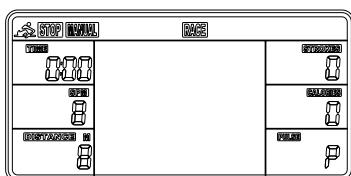

Fig. 3
2. L'HORLOGE clignote. Appuyer sur UP pour régler l'heure. Appuyer sur ENTER pour confirmer. Appuyer sur UP pour régler les minutes. Appuyer sur ENTER pour confirmer. Continuer à régler l'ANNÉE (dans la fenêtre STROKES); le MOIS (dans la fenêtre CALORIES); le JOUR (dans la fenêtre PULSE) en appuyant sur UP ou DOWN. Appuyer chaque fois sur ENTER pour confirmer. Après confirmation, ALARM clignote. Pour ignorer la configuration d'une alarme, appuyer sur ENTER. Pour régler une alarme, appuyer sur la TOUCHE UP pour activer l'ALARME. Une flèche apparaît à côté de ALARM. Appuyer sur ENTER. La fenêtre CLOCK (HORLOGE) clignote. Appuyer sur UP ou DOWN pour régler l'heure de l'alarme. Appuyer sur ENTER pour confirmer. L'ordinateur passe à l'écran SPORT (Fig. 3).